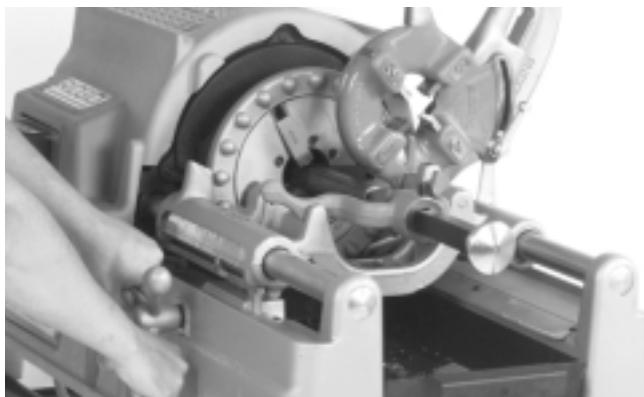

Figura 7 – Escariado de tubos con el escariador No. 341
4. Meta el escariador dentro del tubo y complete el escariado girando el volante. (*Figura 7*)